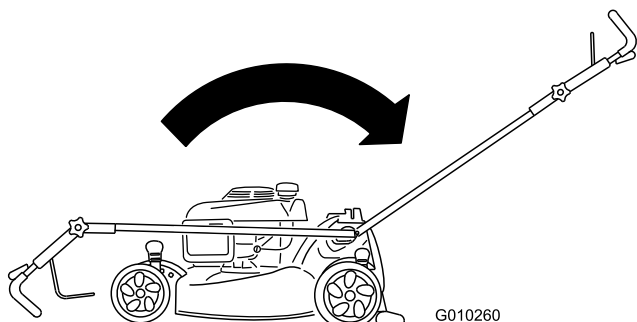

Figure 3
1. Rabattez le guidon en arrière et maintenez la partie supérieure en place (Figure 3).